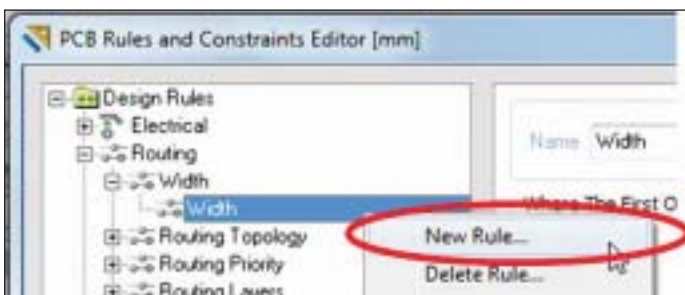

Рис. 73. Создание нового правила
5. Создайте новое правило для ширины проводников цепи +3В. Для этого щелкните правой кнопкой мыши на строке *Width* и выполните в контекстном меню команду *New Rule* (рис. 73).